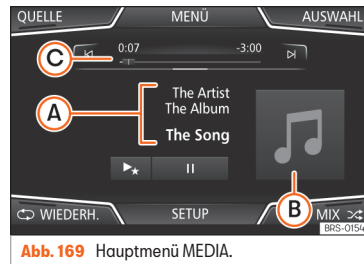

Abb. 169 Hauptmenü MEDIA.
- Drücken Sie die Infotainment-Taste MEDIA / , um das Hauptmenü Medien zu öffnen »Abb. 169.
Die derzeit gespielte Medienquelle wird beim Antippen der Funktionsfläche **QUELLE** » Abb. 169 im Pull-down-Menü angezeigt.